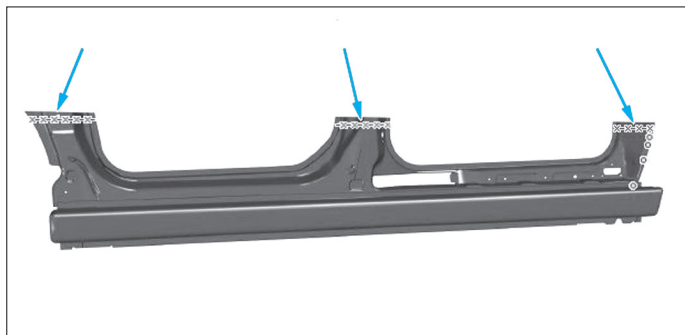

FIG. 70
- Préparer les bords d'accostage et les protéger par un apprêt soudable (Fig.70).